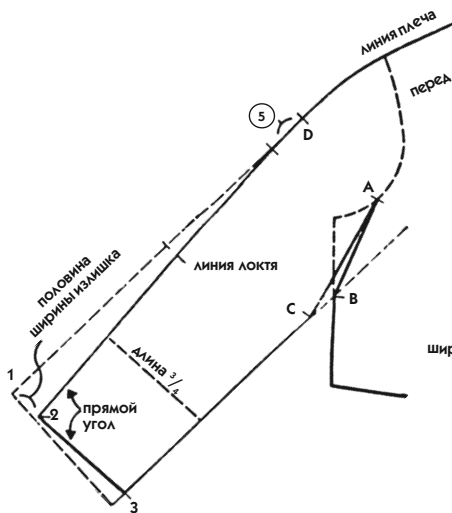
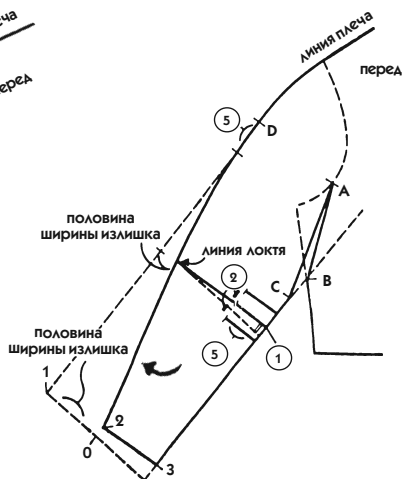

Рис. 701
Рис. 702
Следующие задания выполните на копии прилегающего лифа с рукавом «кимоно» в натуральную величину: рис. 701 — синим карандашом, а рис. 702 — зеленым. В дальнейшем вы сможете таким образом построить 2 модели на базовом лекале.
2. Разделите излишек пополам ( $8 : 2 = 4$  см) и отложите эту мерку на переде и спинке от линии верхнего среза по линии низа (на рис. 701 от засечки 1 до засечки 2).
3. От точки 2 проведите сплошную наклонную линию до соединения с линией верхнего среза на 5 см ниже засечки D (см. рис. 701).
5. Проведите линию низа рукава под прямым углом с линией верхнего среза (от засечки 2 до засечки 3 на рис. 701).
6. Чтобы укоротить рукав (например, до длины «три четверти»), проведите на желаемом уровне линию, параллельную линии низа рукава (см. рис. 701).
Этот тип рукава (рис. 702) используется для платья. Однако эту же технику можно использовать в соответствующих пропорциях при выполнении рукава жакета и пальто.
2. Разделите излишек пополам ( $18 : 2 = 9$  см) и отложите эту величину по линии низа рукава от засечки 1 до засечки 0 (рис. 702). На спинке пока это же делать не надо.
4. Отступив от засечки D на 5 см вниз, проведите линию верхнего среза рукава, как показано на рис. 702. Эта линия внизу рукава слегка изогнута.
6. В соответствии с пояснениями к рис. 701 проведите линию низа рукава перпендикулярно линии верхнего среза (от засечки 2 до засечки 3 на рис. 702).
- От засечки линии локтя проведите пунктирную линию перпендикулярно основным линиям, затем проведите окончательную линию, расположив ее на 1 см выше по линии нижнего среза (сплошная линия на рис. 702).
9. Для построения рукава «три четверти» воспользуйтесь пояснениями к рис. 701.